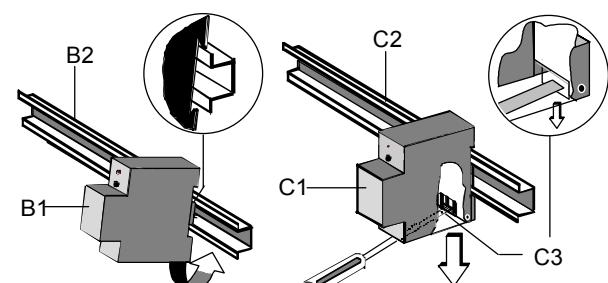

Bild 2: Montage und Demontage des Reiheneinbaugerätes
- Das Gerät (B1) in die Hutschiene (Bild 2, B2) einhängen und
- das Gerät (Bild 2, B1) nach hinten schwenken, bis der Schieber hörbar einrastet.
- Mit einem Schraubendreher den Schieber (Bild 2, C3) nach unten ziehen, durch leichtes Drücken einrasten und
- den IP Router N 146 (C1) aus der Hutschiene (Bild 2, C2) herausschwenken.